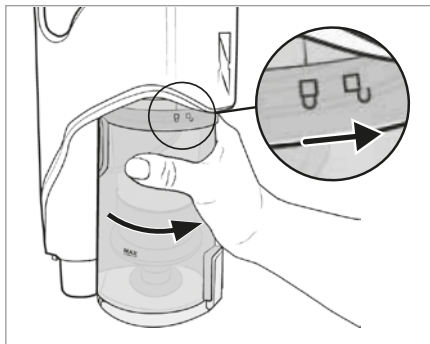

Fig. 25
- 8) Remettez le bac à poussière ⑦ dans l'appareil et tournez-le dans le sens du symbole  (fermer) jusqu'à ce qu'il soit bien en place dans l'appareil (voir fig. 25).